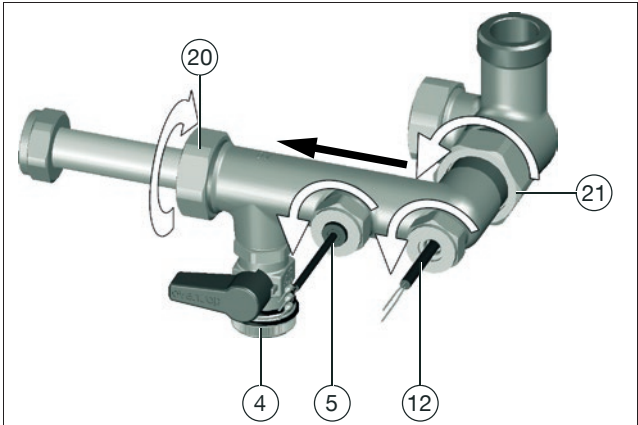

Abb. 31: Messturbine reinigen
7. Lösen Sie die Überwurfmutter des Volumenstromsensors (Position (5) in Abb. 31) mit einem Maulschlüssel SW 24.
8. Lösen Sie die Überwurfmutter des Temperatursensors Trinkwasser kalt/Zirkulation (Position (12) in Abb. 31)
9. Ziehen Sie den Volumenstromsensor (Position (5)) und den Temperatursensor Trinkwasser kalt/Zirkulation (Position (12)) vorsichtig aus der Armatur.
11. Lösen Sie die Überwurfmutter Trinkwasser-Vorlauf (Position (21) in Abb. 31) mit einem Maulschlüssel SW 38.
12. Lösen Sie die Überwurfmutter Wärmeübertragerseite (Position (20) in Abb. 31) mit einem Maulschlüssel SW 37.
Leiten Sie das fließende Wasser entgegengesetzt zur Durchflussrichtung durch die Armatur (aus Richtung der Position (20) in Richtung der Position (21) in Abb. 31). Hierzu eignet sich insbesondere ein Wasserschlauch mit entsprechender Spritzdüse.
4. Bauen Sie den Volumenstromsensor (Position (5) in Abb. 31) und den Temperatursensor Trinkwasser kalt/Zirkulation (Position (12) in Abb. 31) ein.